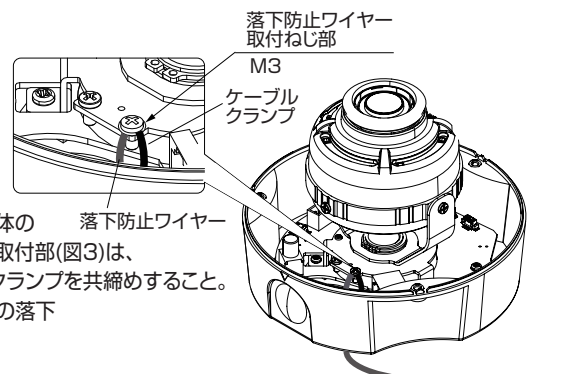

図3 落下防止ワイヤー取付部(カメラ本体)
3. 落下防止ワイヤー(付属していません)は一方を壁や天井に、もう一方をカメラ本体の落下防止ワイヤー取付部(図3)に接続すること。カメラ本体の落下防止ワイヤー取付部(図3)は、ケーブルクランプが取り付けられているねじを外して、落下防止ワイヤーとケーブルクランプを共締めすること。